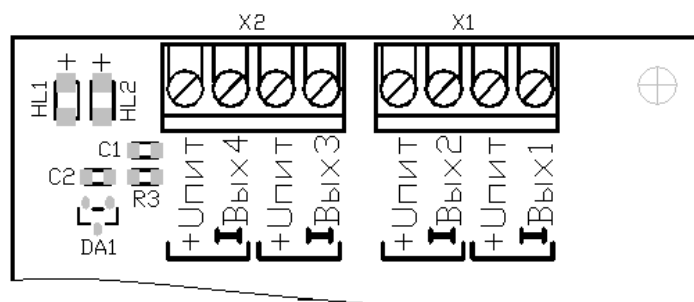

Рисунок 7.1. Контакты подключения токовых выходов на ПТВ.
- подключите кабели входов внешних устройств к токовым выходам на клеммных блоках X1 и X2 платы ПТВ (см. Рисунок 7.1);